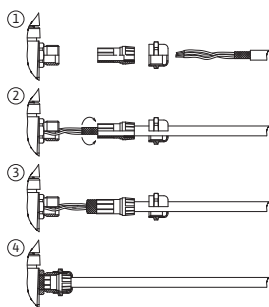

Fig. 24: Skjermstøtte
Skjermingen kobles til kabelgjennomføringen på elektronikkmodulen. Se Fig. 24.
Kablene til de digitale inngangene, analoge inngangene og BUS-kommunikasjonen må skjermes av metall-kabelskjøten med gjenger til kabelgjennomføringen (Fig. 18, pos. 4, 5 og 6). Beskyttelse: Se Fig. 24.